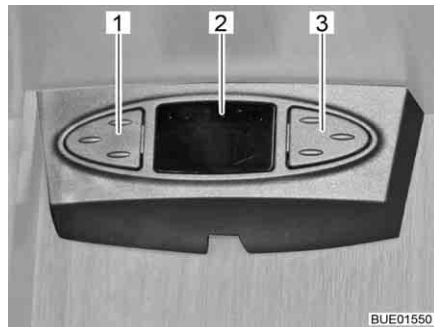

Fig. 28 Souris sat
Suivant le modèle, l'antenne parabolique est équipée d'une souris sat. L'affichage (Fig. 28,2) de la souris sat indique la chaîne réglée. Les deux touches servent à la commande des fonctions de base de l'antenne parabolique (changement de chaîne, allumer/éteindre).
- Choisir la chaîne précédente dans la liste de chaînes : Appuyer sur la touche gauche (Fig. 28,1).
- Choisir la chaîne suivante dans la liste de chaînes : Appuyer sur la touche droite (Fig. 28,3).
- Passer de radio à TV et inversement : Appuyer brièvement en même temps sur les touches (Fig. 28,1 et Fig. 28,3).
- Allumer/éteindre le récepteur : Appuyer en même temps sur les touches (Fig. 28,1 et Fig. 28,3) et les maintenir pressées.